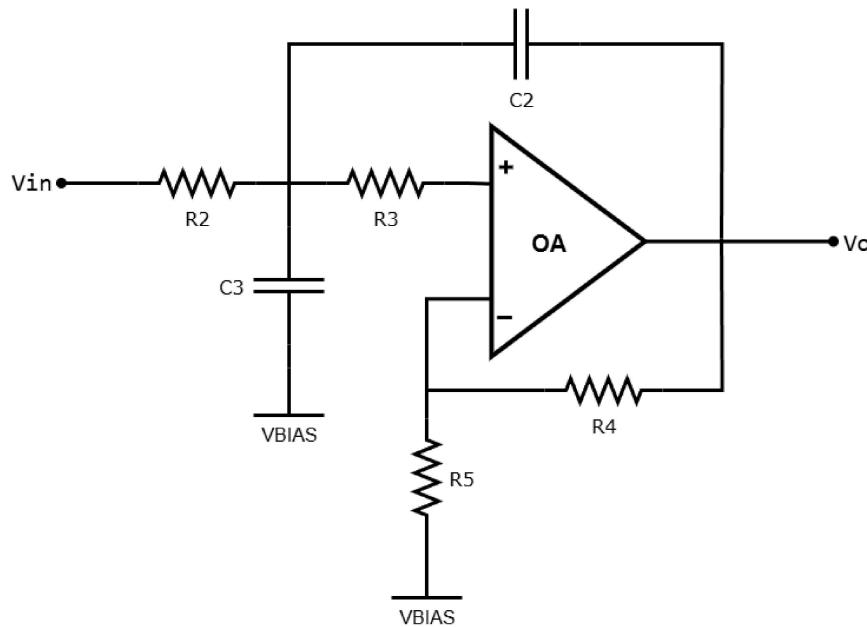

Figura 4. Filtro pasa-bajos Sallen-key.
El circuito de la figura 4 muestra un filtro Sallen-Key en su configuración pasa-bajos. El Sallen-Key es un filtro de segundo orden, por lo que su transferencia puede escribirse como en (2).
1. Demuestre que la transferencia del circuito de la figura 4 es como en (3).
2. Explique qué son ξ y w_o en (2).
1. Simule el circuito de la figura 4 usando *LTS spice*.
1. Arme el circuito de la figura 4 en una protoboard. Para fijar el valor de V_{BIAS} , use uno de los amplificadores del TLV274 en configuración seguidor, con un divisor resistivo.